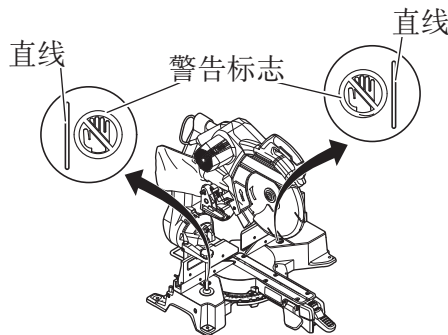

图18
- 使用工具时切勿使四肢进入警告标志旁边的线内（见图18。否则可能发生危险。